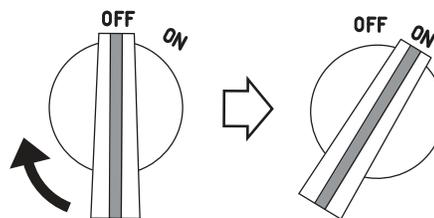

Figura 16. Interruptor de ENCENDIDO/APAGADO del motor (posición de ENCENDIDO)
5. Ponga el interruptor de encendido/apagado del motor (Figura 16) en la posición de "ENCENDIDO" (ON).